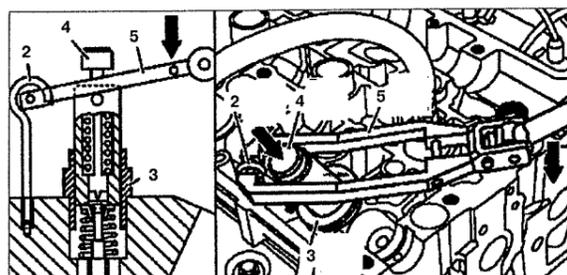

Рис. 2.39. Надавите направляющее устройство 5 вниз до полной остановки (стрелка).
5. Надавите направляющее устройство 5 вниз до полной остановки (стрелка) (см.рис.2.39). После этого надавите пальцем на рифленый болт патрона 4 (стрелка). Направляющее устройство 5 должно быть установлено вертикально (по возможности) на патроне 4 во избежание заклинивания патрона 4.